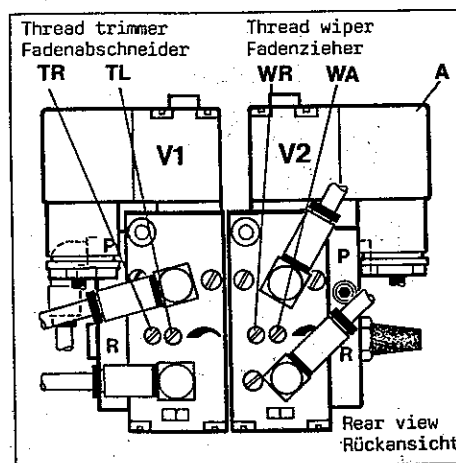
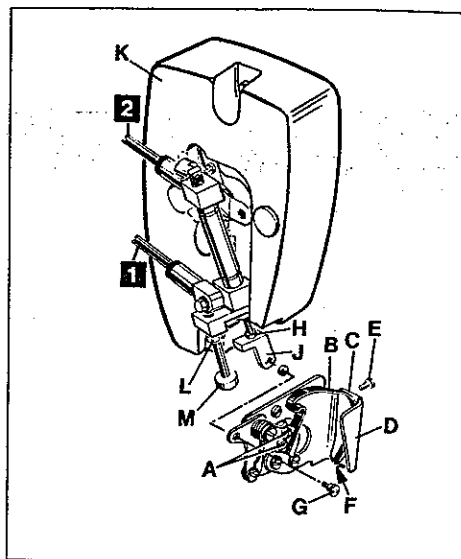
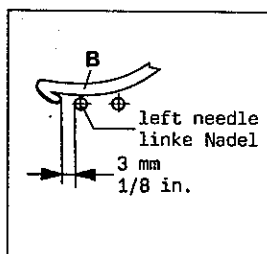
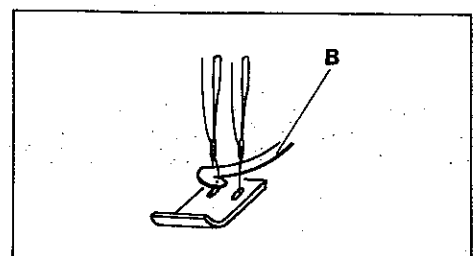

Fig. 51
Fig.52
Fig.55
Fig.54
6.1 Keep power and air supply of thread wiper disconnected by loosening the securing screw and pulling-out plug (A, Fig. 51) on valve (V2) and by disconnecting the PA-tubes (1 and 2, Fig. 52) on the air cylinder of the wiper.
When the hook (B, Fig. 54) returns from left to right it must catch the needle threads and draw them to leaf spring (C, Fig. 52) for clamping.
For adjustment loosen screws (A, Fig. 52), set as required and retighten screws.
6.2 The wiper hook (B, Fig. 52) and leaf spring (C) for clamping the needle threads should be approximately flush at point (F) when the hook (B) is in its right end position.
After loosening screw (E, Fig. 52) set the lower end of leaf spring flush to the lower edge of bracket (D) at point (F). Retighten screw (E).
For adjustment of hook (B, Fig. 52) loosen screw (G) and nut (H) and screw stop (J) in or out as required. Retighten nut (H) and reconnect wiper with screw (G).
6.1 Trennen Sie den Fadenzieher von der Strom- und Luftzufuhr durch Lösen der Sicherungsschraube und herausziehen des Steckers (A, Fig. 51) am Ventil (V2) und durch Lösen der PA-Schläuche (1 und 2, Fig. 52) am Luftzylinder des Fadenziehers.
Wenn der Haken (B, Fig. 54) von links nach rechts zurück schwenkt muß er die Nadelfäden mitnehmen und zum Festklemmen zur Blattfeder (C, Fig. 52) ziehen.
Zur Einstellung lösen Sie die Schrauben (A, Fig. 52), stellen entsprechend ein und ziehen die Schrauben wieder an.
6.2 Der Haken für Fadenzieher (B, Fig. 52) und die Blattfeder (C) zum Klemmen der Nadelfäden müssen in der rechten Endstellung des Hakens (B) im Punkt (F) in etwa bündig sein.
Stellen Sie nach Lösen der Schraube (E, Fig. 52) das untere Ende der Blattfeder (C) bündig zur unteren Kante des Halters (D) bei Punkt (F). Ziehen Sie die Schraube (E) wieder an.
Zur Einstellung des Hakens (B, Fig. 52) lösen Sie die Schraube (G) und die Mutter (H) und schrauben den Anschlag (J), nach Bedarf ein oder aus. Ziehen Sie die Mutter (H) wieder an und verbinden Sie den Fadenzieher wieder mit der Schraube (G).
6.2 Stop screw (M, Fig. 52) limits the motion of the wiper hook to the left. Loosen nut (L) and set the stop screw (M) so that stop (J) strikes against it when the wiper hook (B, Fig. 55) is 3 mm (1/8 in.) left of the left needle. Retighten nut (L, Fig. 52).
HINT: For disassembling head cover (K, Fig. 52) remove screw (G), the two head cover fastening screws and disconnect PA-tubes (1 and 2).
The speed for the movement of the thread trimmer mechanism to the left for cutting is regulated with screw (TL, Fig. 51) and the speed for the movement to the right in home position is regulated with screw (TR) on valve (V1).
The speed for the movement of the wiper hook to the left is regulated with screw (WL, Fig. 51) and the movement to the right in home position is regulated with screw (WR) on valve (V2).
6.2 Die Anschlagschraube (M, Fig. 52) begrenzt den Weg des Hakens für Fadenzieher nach links. Lösen Sie die Mutter (L) und stellen Sie die Anschlagschraube (M) so, daß der Anschlag (J) an ihr anschlägt, wenn der Haken für Fadenzieher (B, Fig. 55) 3 mm links der linken Nadel steht. Ziehen Sie die Mutter (L, Fig. 52) wieder an.
HINWEIS: Entfernen Sie zum Abnehmen des Kopfdeckels (K, Fig. 52), die Schraube (G) sowie die beiden Kopfdeckel-Befestigungsschrauben und lösen Sie die PA-Schläuche (1 und 2).
Die Geschwindigkeit für die Bewegung des Fadenabschneidermechanismus nach links zum Schneiden wird mit der Schraube (TL, Fig. 51) und für die Bewegung nach rechts in die Ruhestellung mit der Schraube (TR) am Ventil (V1) reguliert.
Die Geschwindigkeit für die Bewegung des Hakens für Fadenzieher nach links wird mit der Schraube (WL, Fig. 51) und für die Bewegung nach rechts in die Ruhestellung mit der Schraube (WR) am Ventil (V2) reguliert.